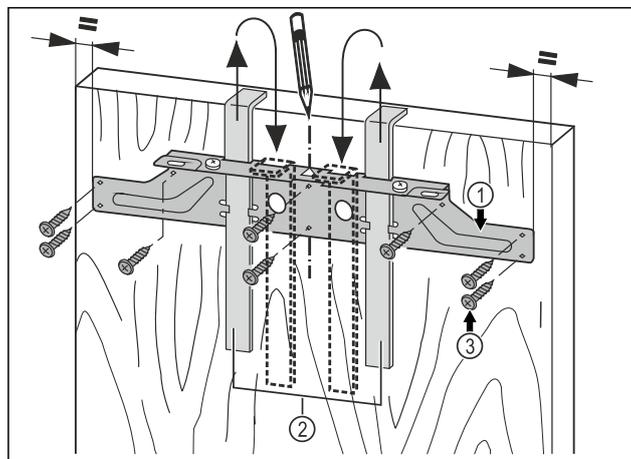

Fig. 17
- ▶ Agganciare la traversa di fissaggio Fig. 17 (1) con gli ausili di montaggio Fig. 17 (2) al lato interno della porta del mobile.
- ▶ Allineare la traversa di fissaggio Fig. 17 (1) centralmente sulla porta.
- ▶ Avvitare la traversa di fissaggio Fig. 17 (1) con almeno 6 viti Fig. 17 (3).
- ▶ Avvitare la traversa di fissaggio Fig. 17 (1) con 4 viti Fig. 17 (3) sul bordo.
- ▶ Estrarre verso l'alto gli ausili di montaggio Fig. 17 (2) e inserirli ruotati nelle aperture di supporto adiacenti.